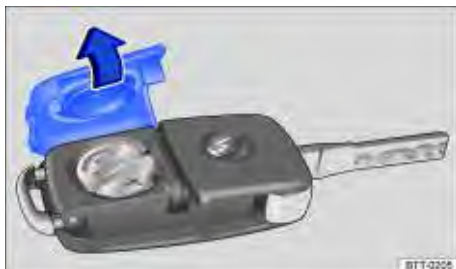

Fig. 25 Chave do veículo com comando remoto: abrir a tampa do alojamento da bateria.
A bateria encontra-se no lado posterior da chave com comando remoto, sob uma cobertura ⇒ Fig. 25.
- Retirar a cobertura no lado posterior da chave ⇒ Fig. 25 no sentido da seta ⇒ ①.
- Posicionar a cobertura conforme indicado ⇒ Fig. 25 e pressionar no sentido contrário ao da seta sobre a carcaça da chave do veículo até encaixar.